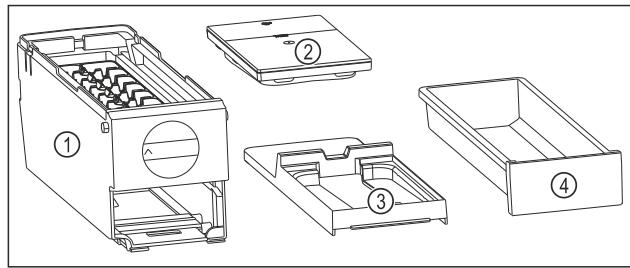

Fig. 80 Составные части EasyTwist-Ice
- EasyTwist-Ice разобран на четыре части. (см. Fig. 80)
- ▶ Разбирайте EasyTwist-Ice только на составные части, представленные на рисунке. (см. Fig. 80)
- ▶ Очищайте корпус EasyTwist-Ice Fig. 80 (1) как цельное устройство.